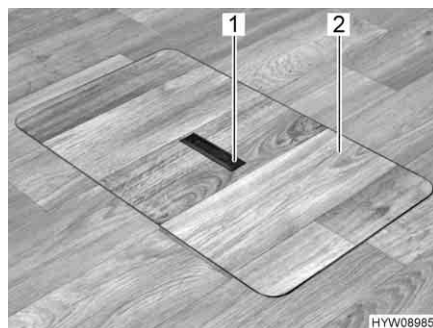
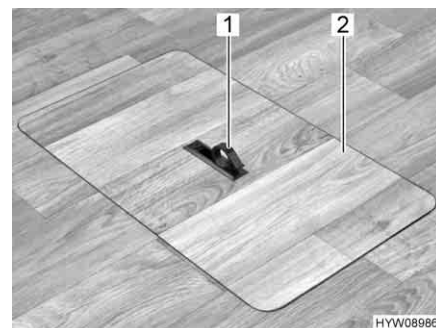

Fig. 30 Copertura vano pavimento (maniglia abbassata)
Fig. 31 Copertura vano pavimento (maniglia estratta)
- Spingere la piastra di presa (Fig. 30,1) verso il basso da un lato. La maniglia (Fig. 31,1) viene ruotata verso l'alto.
- Alzare la copertura (Fig. 31,2).
- Collocare la copertura (Fig. 31,2) nell'intelaiatura presente sul fondo.